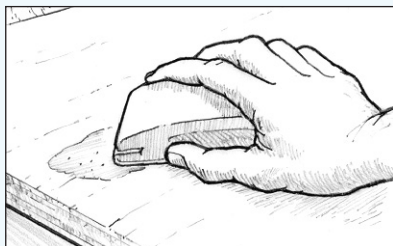

Figure 23 Poncer les composants enduit une fois durcis pour obtenir le profil désiré.
6. Poncez le matériau enduit afin de l'ajuster aux niveaux environnants (*Figure 23*). Commencez avec un papier abrasif de grain 50 si vous avez beaucoup de matière à retirer. Utilisez un papier abrasif de grain 80 lorsque vous approchez du profil définitif.